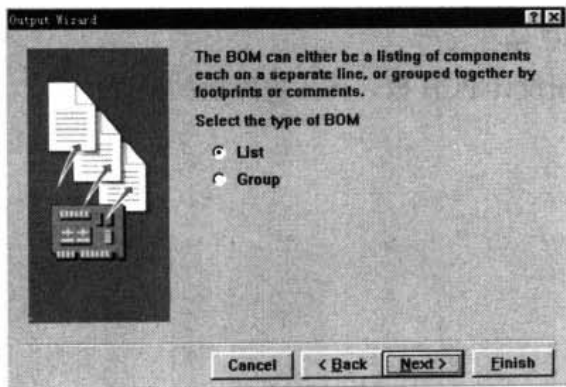

图 18-15 选择元件列表形式
(4) 文件格式设置完后, 单击 Next 按钮, 弹出如图 18-15 所示的元件列表形式选择对话框。